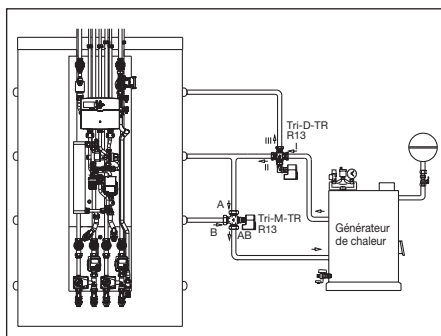

Fig. 5.5 Montage des moteurs
6. Procéder au montage des moteurs (voir fig. 5.5).